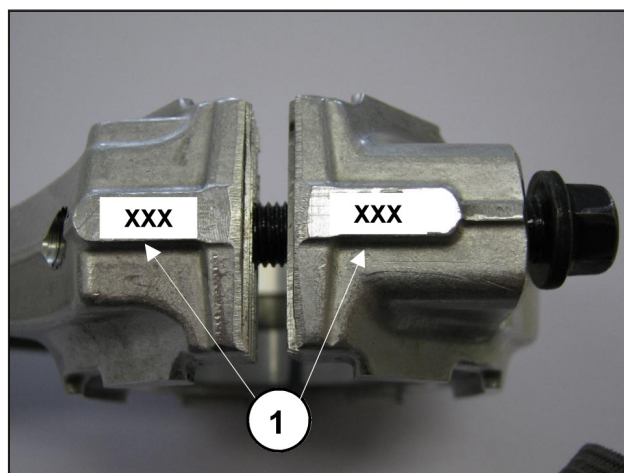

Fig. 9
- Emparelhe os chapéus da haste em suas relativas hastes, referindo-se à numeração (Fig. 9, pos. ①). **Preste atenção na direção correta da montagem dos chapéus.**